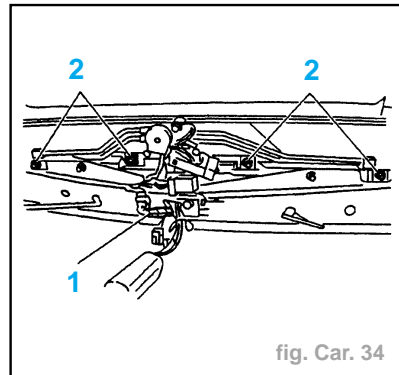

fig. Car. 34
- Dégrafer la connexion électrique (1) (fig. Car. 34).